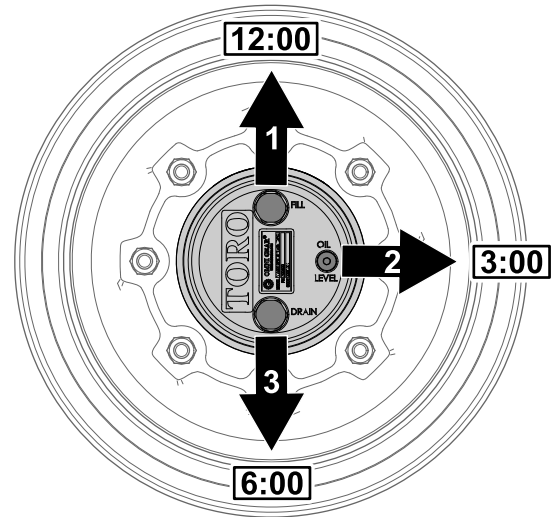

Figura 62
1. Aparque la máquina en una superficie nivelada y coloque la rueda con el tapón de llenado en la posición de las 12, el tapón de verificación en la posición de las 3 y el tapón de vaciado en la posición de las 6 (Figura 62).
2. Retire el tapón de verificación de la posición de las 3 (Figura 62).
1. Aparque la máquina en una superficie nivelada y coloque la rueda con el tapón de llenado en la posición de las 12, el tapón de verificación en la posición de las 3 y el tapón de vaciado en la posición de las 6; consulte la Figura 62 en Comprobación del lubricante de la caja de engranajes planetarios \(página 61\).